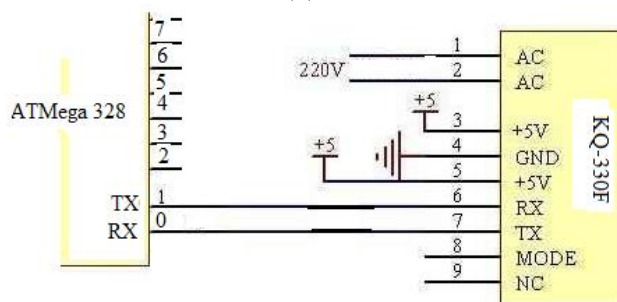

Рисунок 2.2 – Схема подключения модулятора KQ-330F к микроконтроллеру ATmega328
2.2.1 Вставить схему подключения модуля KQ-330F (рисунок 2.2) в функциональную схему управления реле по электропроводке в Протеусе.